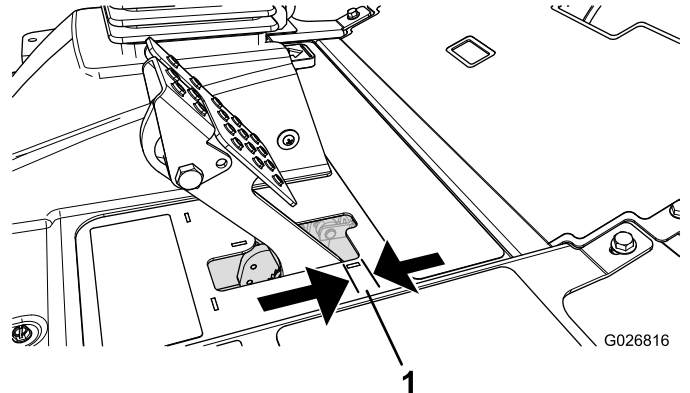

Bild 96
Stellen Sie die Bremsen ein, wenn das Bremspedal mehr als 2,5 cm Spiel hat, oder wenn die Bremsen nicht mehr gut genug greifen (**Bild 96**). Als Spiel gilt der Abstand, den das Bremspedal zurücklegt, bevor ein Bremswiderstand spürbar ist.
2. Ziehen Sie die hintere Mutter an, um den Zug nach hinten zu bewegen, bis das Bremspedal ein Spiel zwischen 0,63 mm bis 1,27 cm aufweist, bevor die Radsperre auftritt (**Bild 96**).